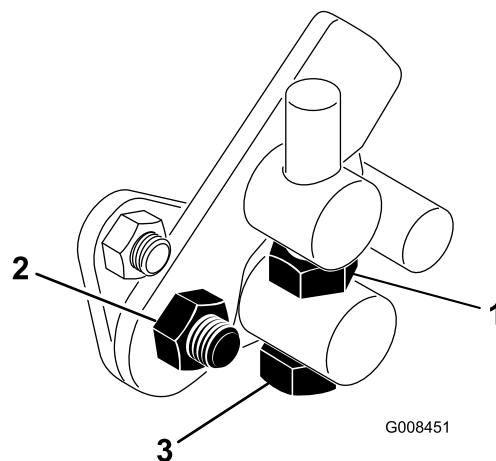

Figura 41
4. Apriete la contratuerca del perno del muñón y la tuerca de la articulación del pedal para bloquear el ajuste (Figura 41). Compruebe el funcionamiento, y vuelva a ajustar si es necesario.